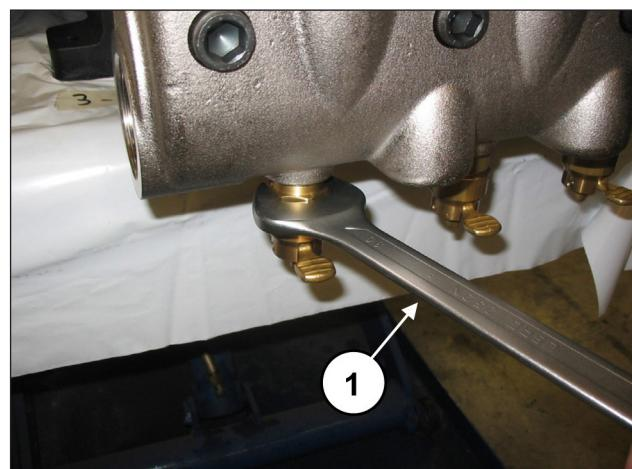

Abb. 110
Bringen Sie die Ventilöffner an (Pos. ①, Abb. 109) und drehen Sie diese mit einem 30 mm Schlüssel fest (Pos. ①, Abb. 110).